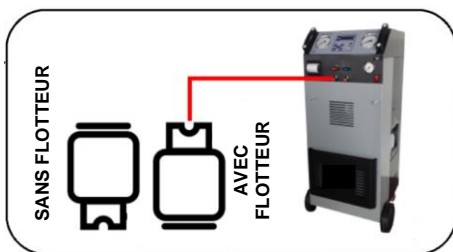

Figure 6
- Connectez le réservoir de gaz externe à la station à l'aide du raccord haute pression (**ROUGE**), en orientant le réservoir comme sur la Figure 6 en fonction de la présence ou de l'absence de flotteur.